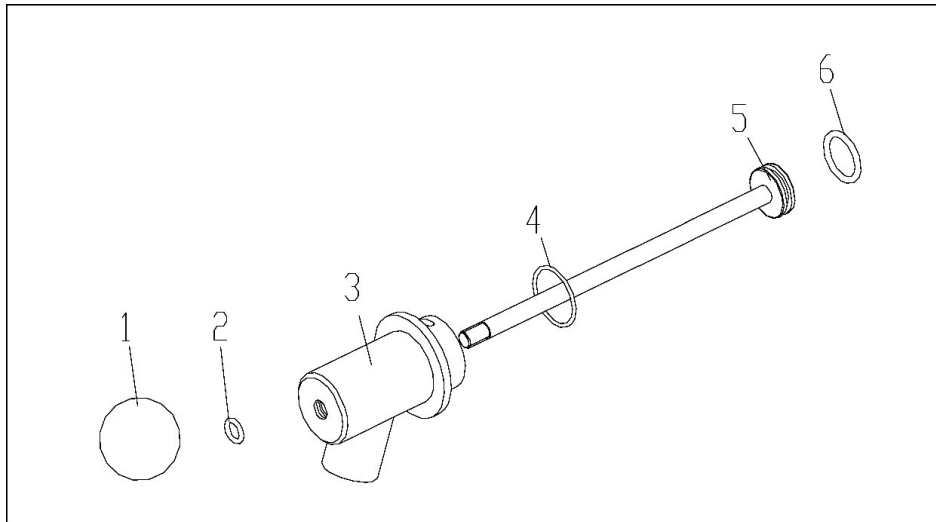

图 14
- 浸泡法适用于可拆卸的部件，出料阀各部分、搅拌轴、密封圈等，需消毒的部件的各部分应充分与消毒液接触。出料阀各部分应分解为最小单元后再进行消毒处理。（详见前图 14）。